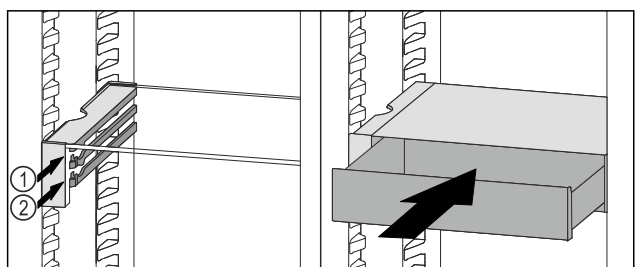

Fig. 114
- ▶ Nasadte zásuvku VarioSafe za zarážky na požadovaném žebro Fig. 114 (1) nebo Fig. 114 (2).